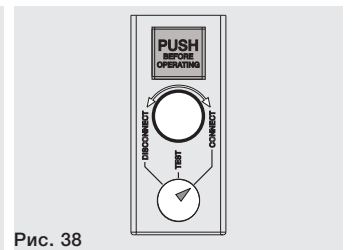

Рис. 38
- автоматический выключатель находится в положении «**ВКАЧЕН - CONNECT**» (см. Рис. 38).